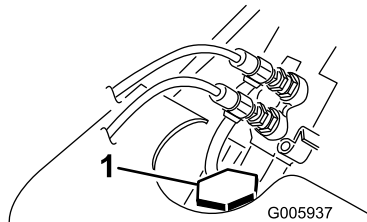

Bild 38
3. Nehmen Sie den Kühlerfülldeckel ab und prüfen Sie den Kühlmittelstand (**Bild 38**).